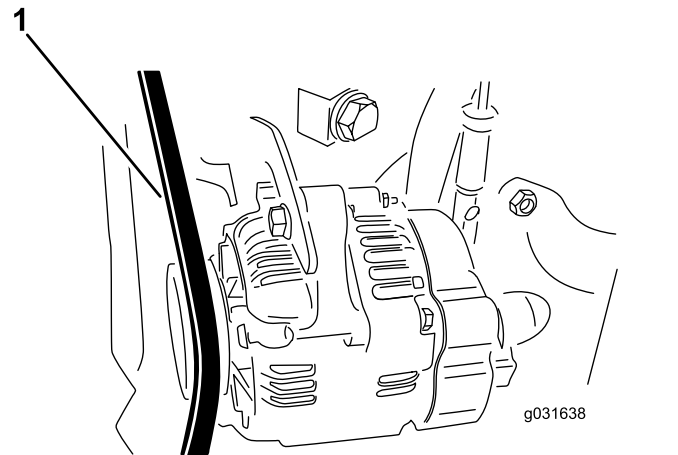

図 61
2. ベルト中央 (オルタネータとクランクシャフトプーリの間)を30N·m22in-lbの力で押して点検する 図 61。